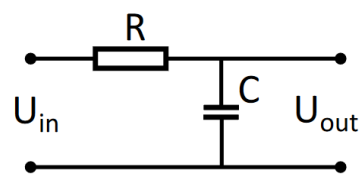

Abbildung 1.30: Tiefpassfilter.
2. Verwende die gleichen Elemente wie zuvor, um in *LTspice* einen *Tiefpassfilter* nach Abbildung 1.30 zu bauen.
2. (a) Erkläre mit Hilfe des Graphen, bei welchem du das Verhältnis $V(\text{out})/V(\text{in})$ als Funktion von $\log(\omega)$ eingezeichnet hast, warum es sich bei Abbildung 1.30 um einen Tiefpassfilter handelt.